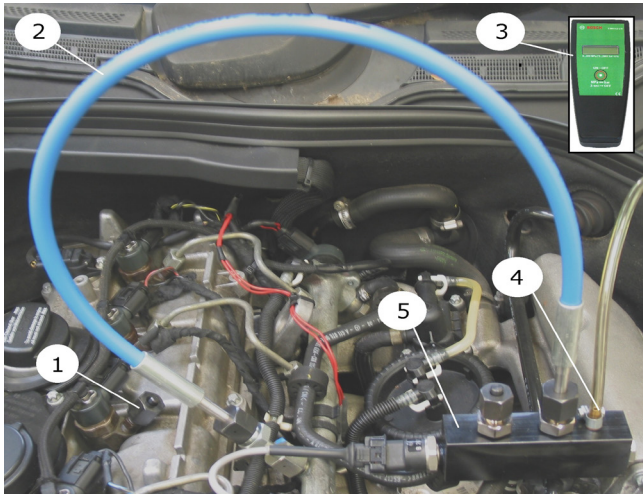

Abb. 15: Anslutningsexempel: jämförelsekontroll av skentryckbehållare (motorn körs på n-1 cylindrar)
! Av säkerhetsskäl finns en tryckbegränsningsventil installerad i tryckbehållaren (fig. 15, pos. 5) som begränsar trycket till 180 MPa. Anslut alltid den medföljande slangen till anslutningen (fig. 15, pos. 4) på tryckbehållaren och led den till en lämplig uppsamlingsbehållare för dieselbränsle.
3. Förslut insprutarens högtrycksanslutning (fig. 15, pos. 1) med en skyddskåpa (se reservdelslistan för Bosch ESI[tronic]).
4. Anslut 180 MPa-slangen (fig. 15, pos. 2) med tillhörande anslutningsadapter, vinkel, mutter och tryckring (vänstergängad) till skenan.
7. Anslut anslutningskabeln till den digitala tryckmätaren (fig. 15, pos. 3) och skentryckbehållaren på tryckbehållaren.